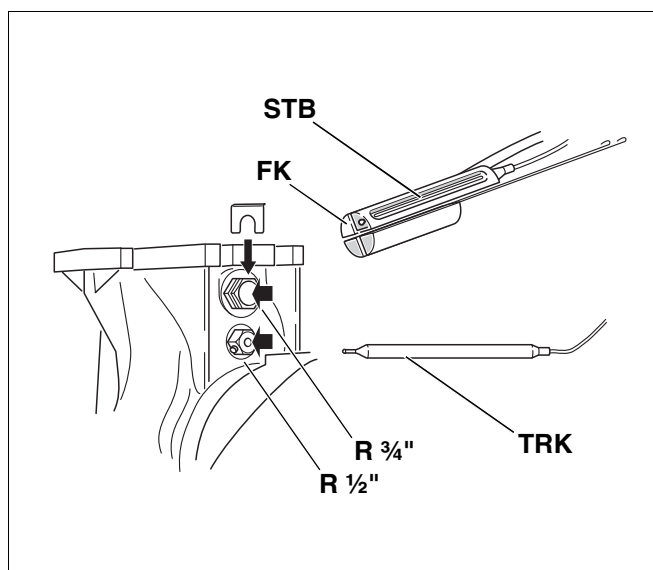

Fig. 52
- Før regulatorføleren ind i følerlommen R ½", og fikser den med en skrue (Fig. 52).
- Før de to følere **STB** (sikkerhedstemperaturbegrænser) og Logamatic **FK** samt de to følerblindstykker ind i følerlommen R ¾", og fikser dem (Fig. 52).